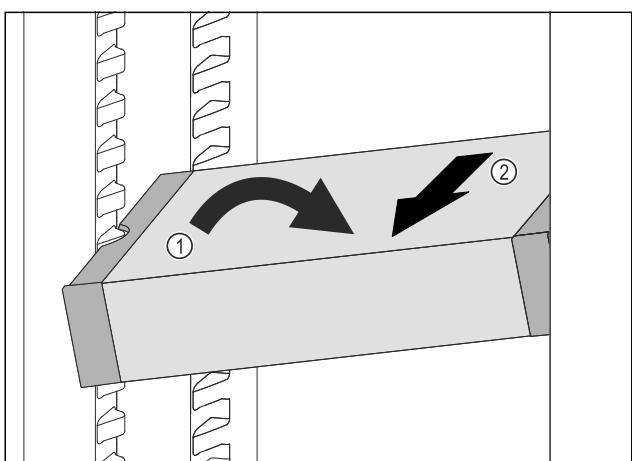

Fig. 110
- VarioSafe im Kühlelement schräg stellen. Fig. 110 (1)
- VarioSafe nach vorne entnehmen. Fig. 110 (2)